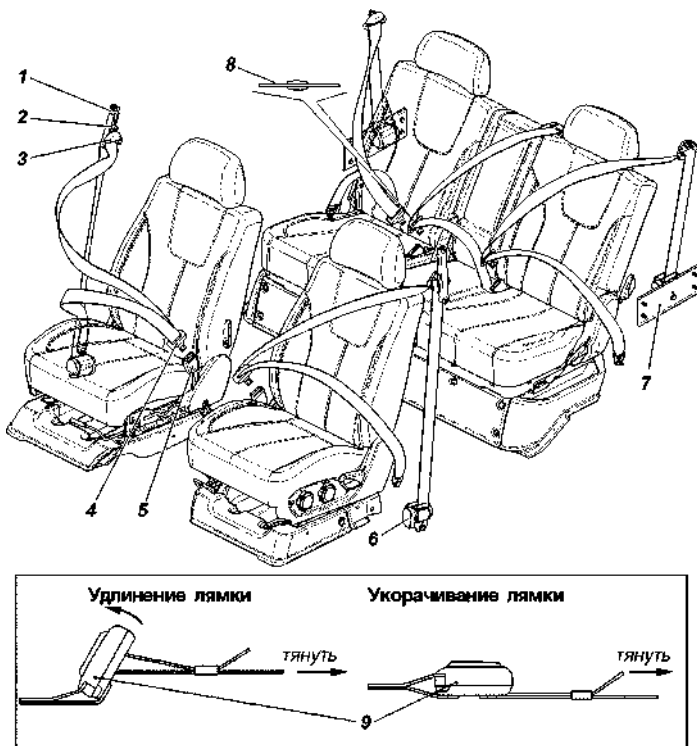

Рис. 3.27. Ремни безопасности:
Ваш автомобиль оборудован ремнями безопасности (рис. 3.27) для всех сидений, кроме задних дополнительных сидений.
**Внимание!** Следите за состоянием пластмассовой ограничительной клипсы 8 (рис. 3.27) среднего ремня безопасности.